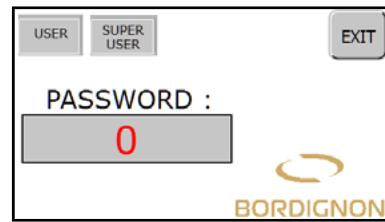

Abb. 6
- Entsprechend den Qualifikationsstufen des Benutzers ermöglichen drei passwortgeschützte Ebenen den Zugang zu den Betriebseinstellungen. Diese Ebenen werden auf dem Bildschirm durch ein Schloss angezeigt, das geschlossen, geöffnet in schwarzer Farbe oder geöffnet in oranger Farbe dargestellt wird (Tabelle 1 – 5. 8). Um von einer Ebene zur anderen zu wechseln, drücken Sie das Schlosssymbol, um die Seite zu öffnen, und geben Sie das Passwort ein (Abb. 6)